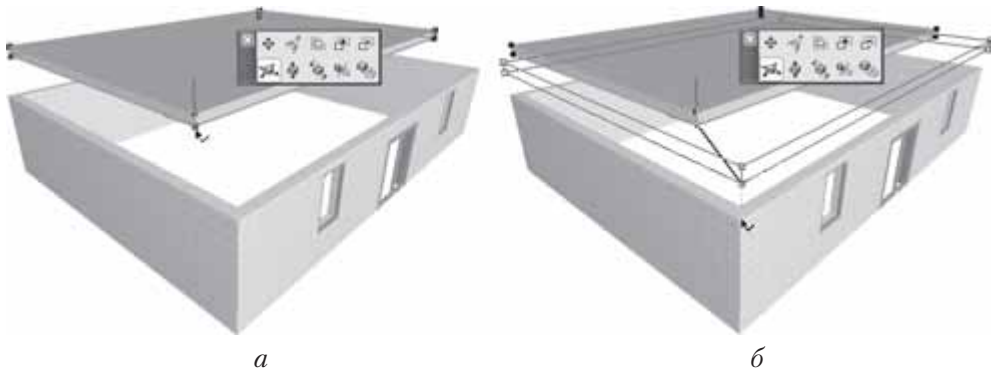

Рис. 8.14. Горизонтальное перемещение перекрытия
5. Определите выбранный угол в качестве точки привязки панели, щелкнув мышью. Появится палитра редактирования (рис. 8.14, а).
7. Переместите указатель мыши к верхней точке ближнего угла контура стены так, чтобы он принял форму  (рис. 8.14, б). Контур перекрытия будет перемещаться вместе с перемещением указателя.